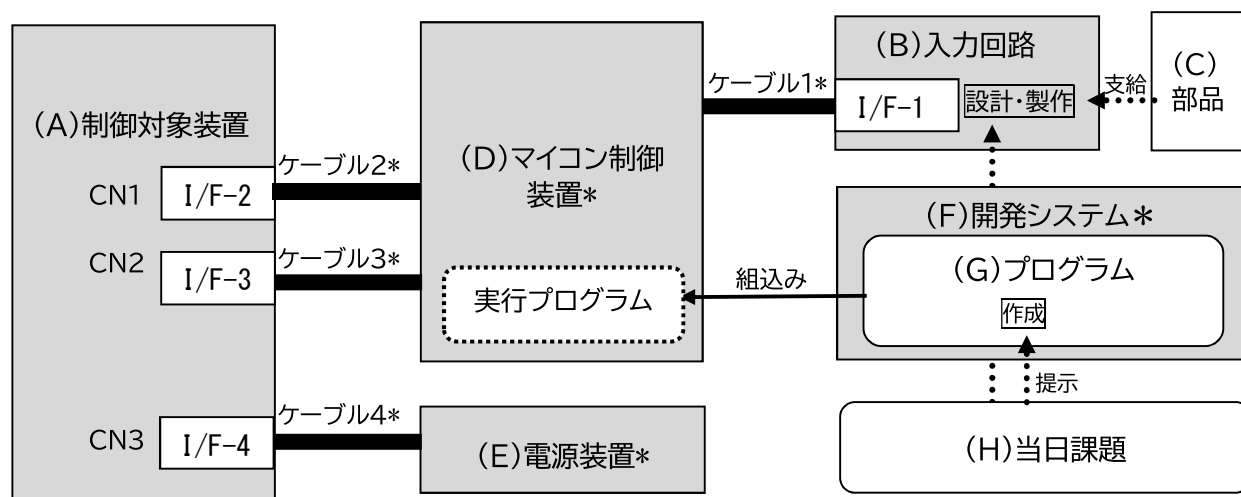

図1 システム概要図 I/F:インターフェース CNx:回路図中記号 *:競技者準備
(1) 提供・貸出されるもの
(2) 競技者が準備するもの（任意品を含む）
- 開発システム一式（図 1-F 参照）
- マイコン制御装置（図 1-D 参照）
- 電源装置（図 1-E 参照）